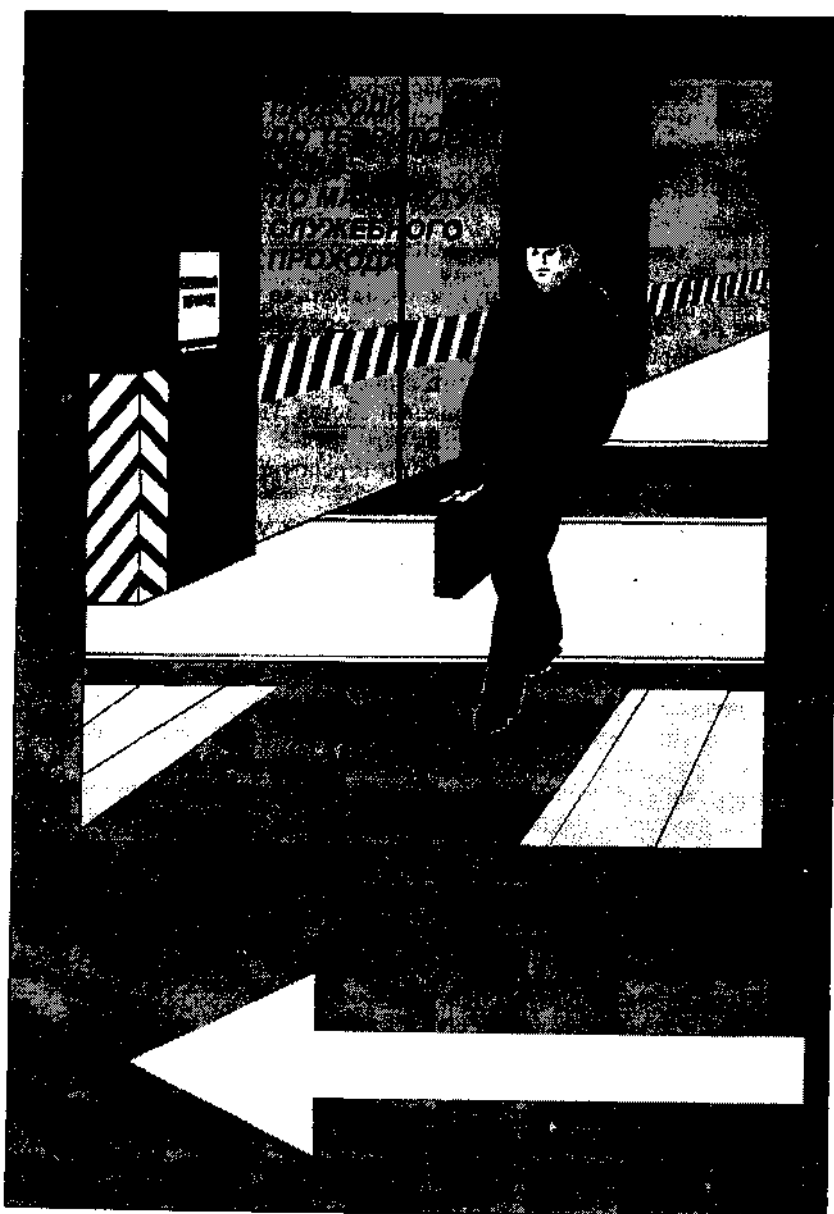

Рисунок 3.
48. При подходе к путям **сознательно переключите** свое внимание на безопасный переход. Перед переходом через путь, в том числе и по маршруту служебного прохода (рисунок 3), необходимо осмотреться и убедиться в том, что с обеих сторон к месту перехода через путь не приближается подвижной состав. Переходить пути следует под прямым углом, перешагивая через рельс.